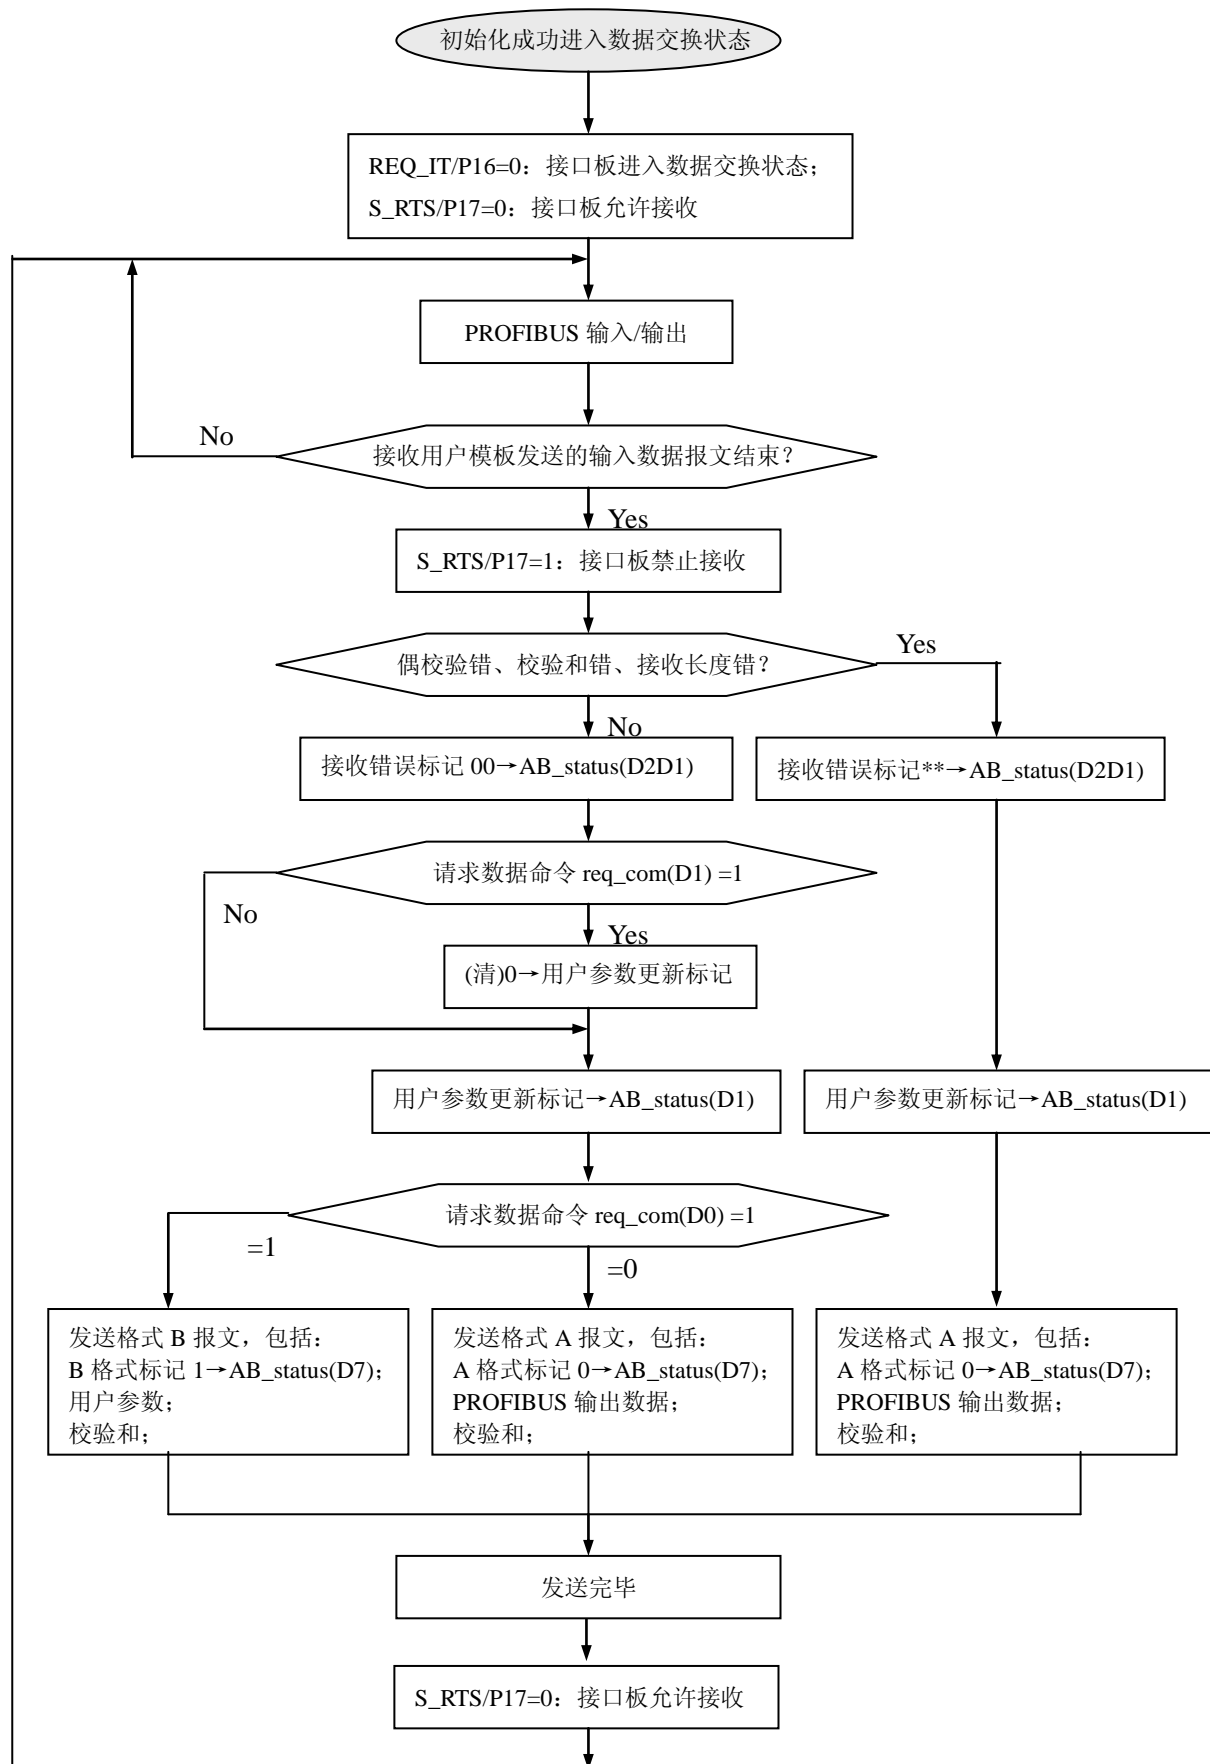

图 4-19 数据交换状态下接口模板的程序流程
5. 数据交换状态下接口板与用户模板的通信流程，见下图 4-19。